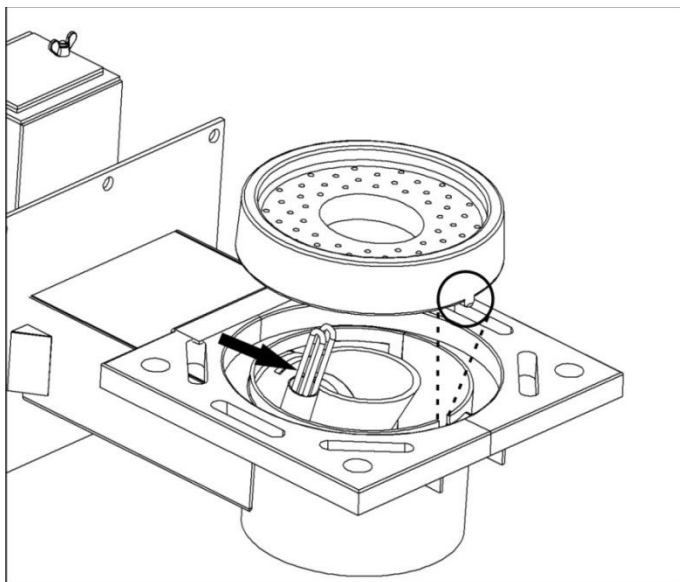

Fig 19. Înlocuirea rezistenței
- Când repositionați grătarul circular, fixați-l cu ajutorul ghidajului precum în Fig. 19